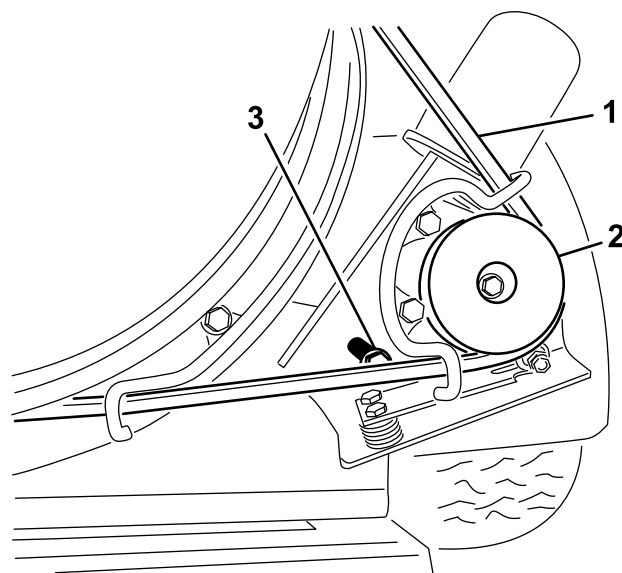

図 34
1. プーリ取り付けブラケットをフロアのフレームに固定しているボルトをゆるめる（図 34）。